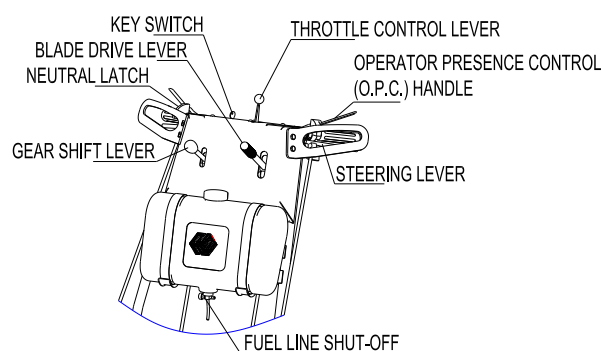

FIG 1
2.6 OPERATOR CONTROLS (See FIG 1)